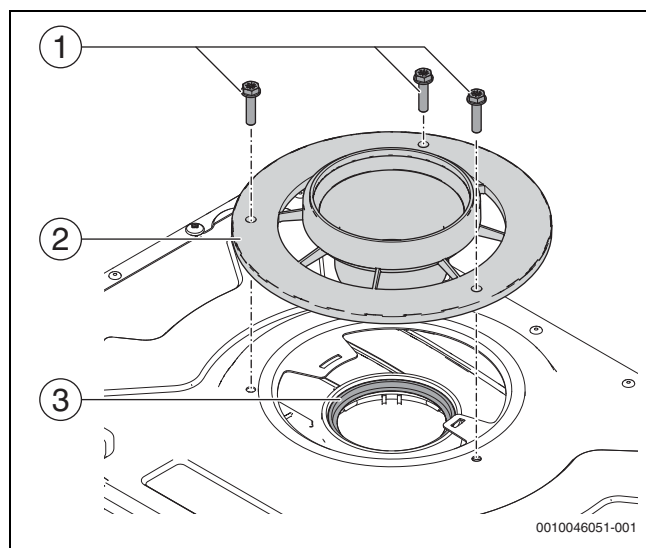

Fig. 110 Demontarea adaptorului pentru tubulatură de gaze arse și a setului de tubulaturi pentru evacuarea gazelor arse
- ▶ Așezați setul de tubulaturi pentru evacuarea gazelor arse și adaptorul pentru tubulatură de gaze arse (→ Fig. 110, [2]) pe placa superioară.
- ▶ Strângeți cele trei șuruburi (pozi sau hexagonale) (→ Fig. 110, [1]). Nu strângeți excesiv șuruburile.